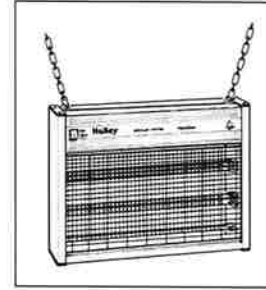

Fig. 1
1. Retirez le vis et les bouchons noirs (voir Fig. 1) puis faites glisser les deux protections latérales.